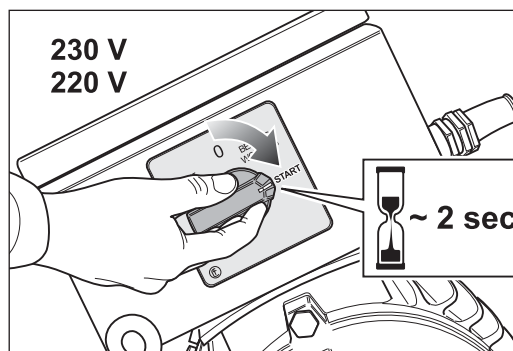

Abb. 17 Zum Einschalten den Schalterknopf am Motor auf die Position -START- drehen und für ca. 2 Sekunden auf dieser Position festhalten.
- 2 Drehen Sie zum Einschalten der Maschine den Schalterknopf am Motor auf die Position -START- und halten Sie ihn für ca. 2 Sekunden auf dieser Position fest (Abb. 17).**